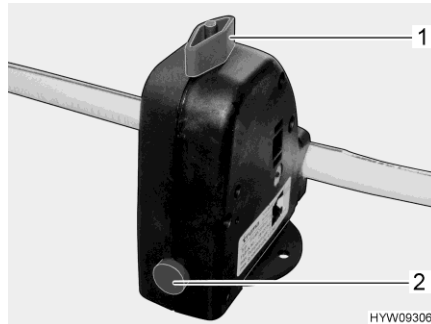

Bild 125 Sicherheits-/Ablassventil (Truma)
- Sicherheits-/Ablassventil (Truma) schließen. Dazu den Drehknopf (Bild 125,1) quer zum Sicherheits-/Ablassventil drehen und den Druckknopf (Bild 125,3) eindrücken.